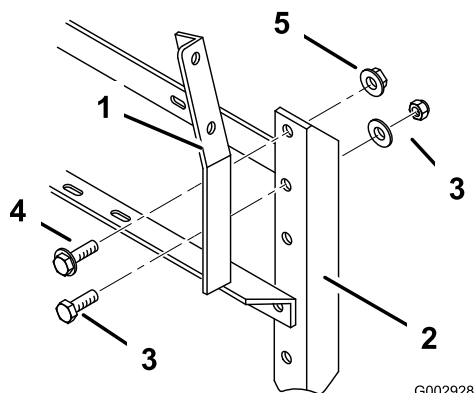

Figure 9
- Pour les machines à partir du numéro de série 260000001 ou pour toute machine équipée de rampes couvertes ou sans aucune rampe, posez le support du boîtier de commande sur le bâti de rampe arrière droit (Figure 9) au moyen des éléments existants et d'un boulon à embase (1/2 x 1/2 pouce) et d'un écrou à embase (1/2 pouce).